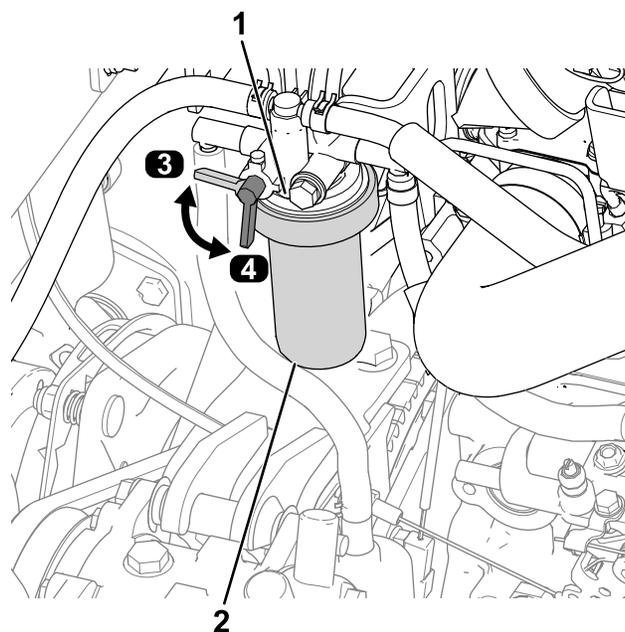

图 59
1. 将燃油阀杆转至关闭位置图 59。
2. 清理燃油滤清器头附近的区域图 59。
3. 拆下滤清器并清洁滤清器头安装面图 59。
6. 将燃油阀杆转至开启位置图 59。